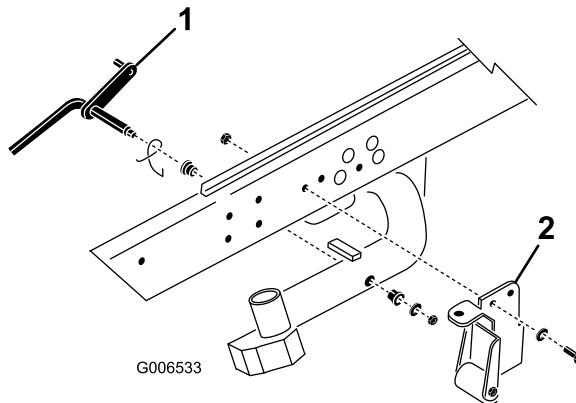

Figura 3
1. Remova a porca de bloqueio e a anilha que fixam a haste de articulação ao braço de elevação número 2 (Figura 3). Retire a haste de articulação e a mola do braço de elevação. Repita o procedimento para os braços de elevação número 1 e 3.
necessários quando se trabalha com unidades de corte DPA (Figura 3).